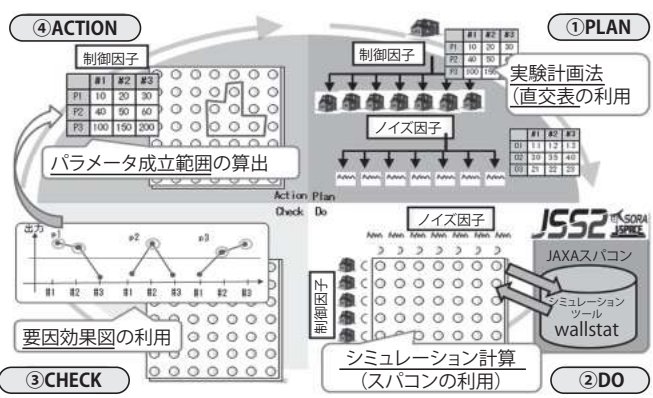

図1 品質工学のフロー (PDCAサイクル)
用を推進した。使い方を図1の①～④で示す(詳細は文献[1][2]を参照されたい)。
- ①PLAN：シミュレーションのパラメータを洗い出して、制御因子とノイズ因子に分けて、それぞれの組合せを直交表で生成する。
- ②DO：直交表で作成したパラメータの組合せに対してシミュレーション計算を実施する。
- ③CHECK：品質工学の統計計算(感度、SN比等)で処理し要因効果図というグラフを作る。
- ④ACTION：要因効果図を見て、結果に対して感度が高い制御因子を選択し、制約条件を満足できる様に範囲を狭くする。